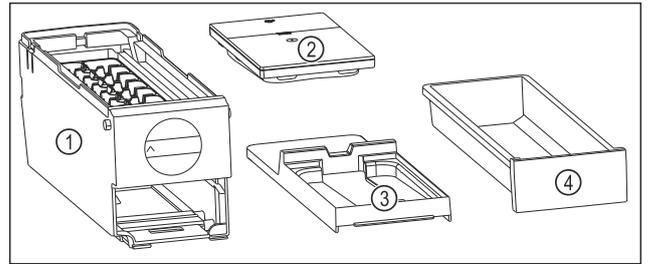

Fig. 112 EasyTwist-Ice 的组成部分
- ▶ EasyTwist-Ice 已被拆解为四部分。(参见 Fig. 112)
- ▶ 仅将 EasyTwist-Ice 拆解成所示的组成部分。(参见 Fig. 112)
- ▶ 将 EasyTwist-Ice 机身 Fig. 112 (1) 作为整体进行清洁。